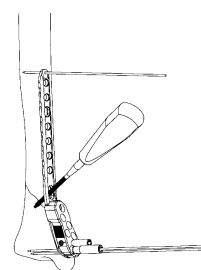

図 25
- 2) 骨質が硬い場合は、3.5 コーティカルスクリュータップ (55mm) で、プレタッップを行います。(図 25)